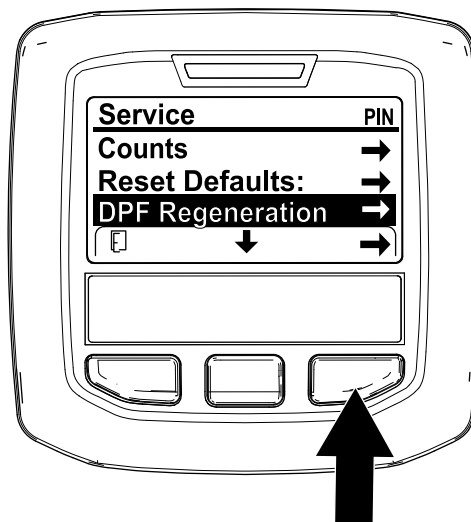

Figure 37
1. Dans le menu Entretien, utilisez le bouton central pour naviguer jusqu'à l'option DPF REGENERATION (régénération du FAP) (Figure 37).
- Appuyez sur le bouton droit pour sélectionner l'option DPF Regeneration (Figure 37).